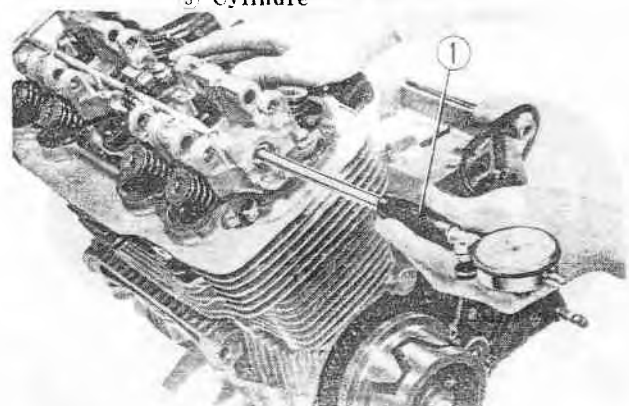

Fig. 3-30 ① Comparateur d'alésage
- b. Mesurer le diamètre intérieur du palier dans des directions horizontales et verticales au moyen du comparateur d'alésage et calculer la valeur moyenne. Ensuite, mesurer la portée de l'arbre à cames au moyen d'un palmer, puis calculer le jeu de l'arbre. Si ce jeu est supérieur à 0,21 mm, le support d'arbre à cames et le couvercle doivent être remplacés ensemble. En outre, le jeu peut être mesuré au moyen d'un calibre. (Fig. 3-30, 31)